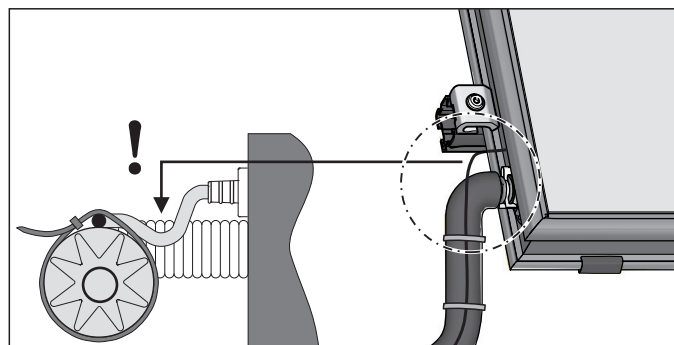

Fig. 4-24 Passo de trabalho 3
- Na condução do cabo, ter cuidado para que não possa correr água da chuva para o local de encaixe do sensor (instalar com o cotovelo de gotejamento, ver fig. 4-24).